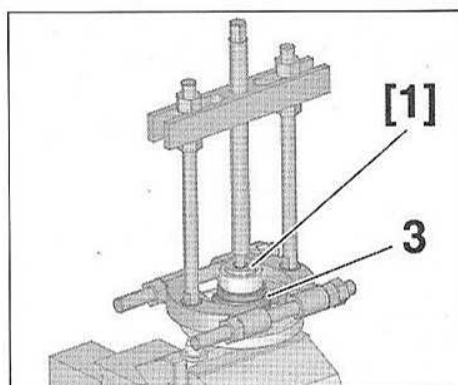

FIG.28
- Poser l'outil [1] au centre du moyeu (Fig.28).
- Extraire la cage intérieure (3) du roulement à l'aide d'un extracteur.